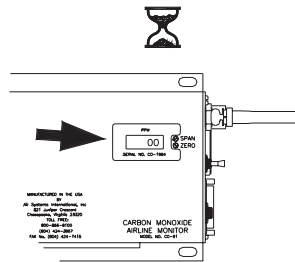

Figura 2
2. Deje transcurrir 30 segundos para que se estabilice la lectura (figura 2). Se iluminará el indicador verde en la caja.